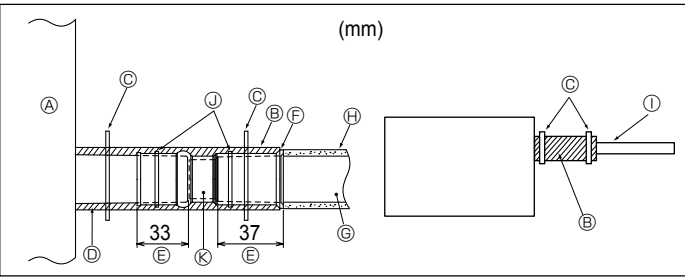

Afb. 3-4
3.3. Installatie van Draineerbuizen (Afb. 3-4)